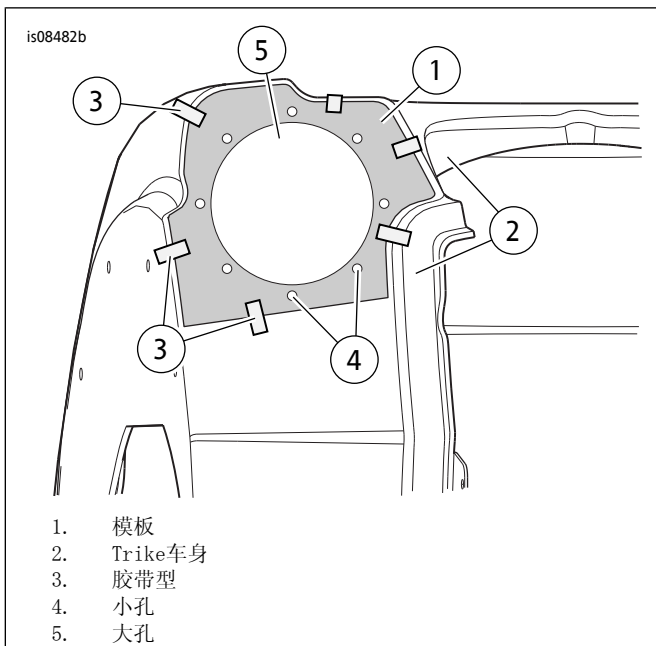

图1。模板位置
1. 参见图1。将模板(1)与Trike车身一侧(2)对准。模板边缘对准车身圆弧的切边。使用胶带(3)固定模板。使用中心冲冲出八个孔(4)位置。使用醒目记号笔或油彩笔标出大孔(5)。